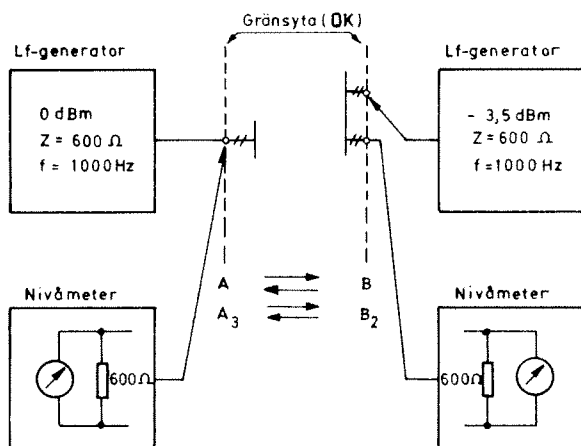

Bild 8.
- Anslut LF-generatorn och nivåmeters i gränssytor (OK) enligt bild 8.